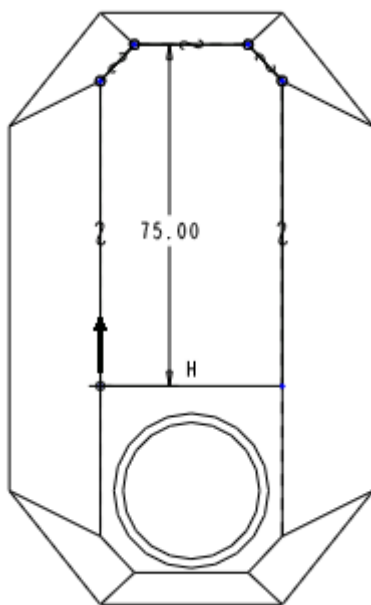

图 51-11
- (5) 进入草绘工作环境，如图 51-11 所示，使用“通过边创建图元”工具 ，选择图中箭头指示的边，然后绘制一段直线。